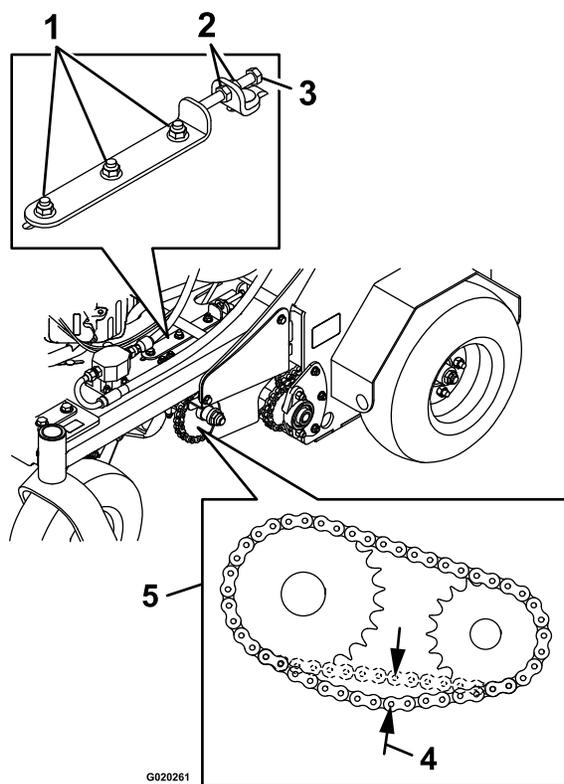

Figura 71
4. En cada lado de la máquina, afloje las 3 tuercas y pernos que sujetan el soporte de la transmisión y la placa del tensor, y las 2 tuercas que sujetan el perno de ajuste a la placa del tensor, según se muestra en la Figura 71.